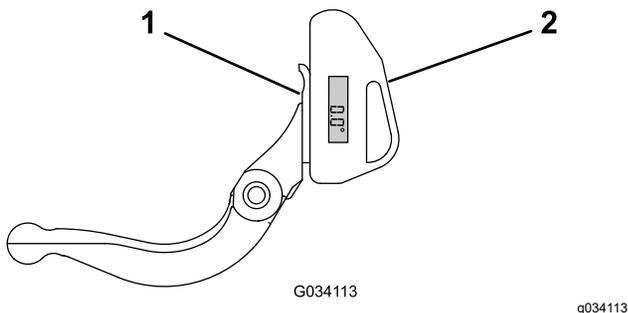

Figura 22
1. Coloque o indicador de ângulo no lado inferior da lâmina de corte, como se ilustra na Figura 22.